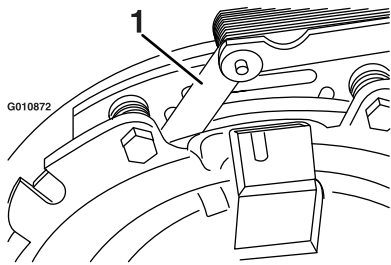
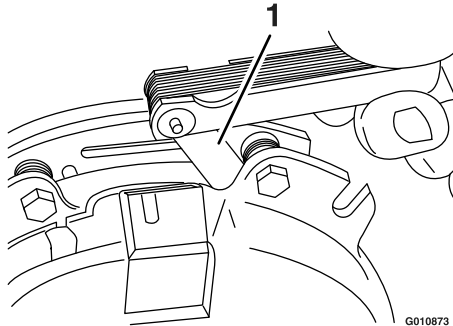

Figura 74
Figura 75
- E. Utilizando um apalpa-folgas com 0,25 mm de espessura, verifique se existe uma folga entre o disco e a armadura em ambos os lados do pólo do travão, como se mostra na Figura 74 e na Figura 75.